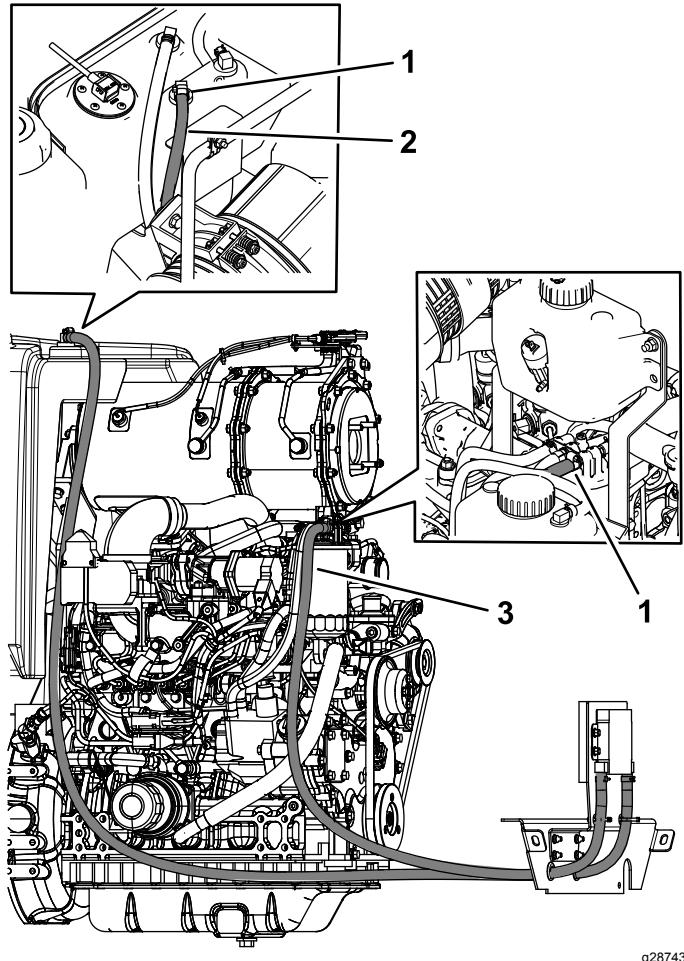

Figura 6
4. Fissate il flessibile corto al raccordo del filtro del carburante con una fascetta stringitubo senza fine e il flessibile lungo al raccordo del serbatoio del carburante con una fascetta stringitubo senza fine (Figura 6).